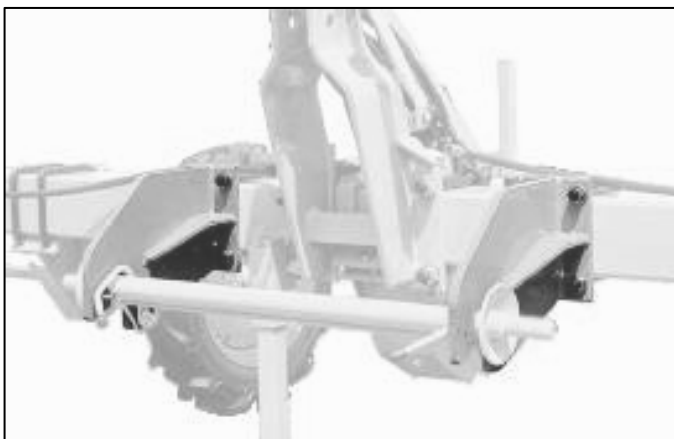

Fig. 5
- déport 7 cm (attelage semi-automatique catégorie n°3) (fig. 5)
- 7 cm offset (semi-automatic coupling category n°3) (fig. 5)
- Versatz 7 cm (halbautomatischer Anbau Kategorie Nr 3) (Abb. 5)